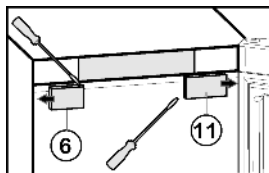

Fig. 5
- ▶ Снятие крышки со стороны ручки Fig. 5 (6): справа выведите из фиксатора при помощи плоской отвертки и сдвиньте наружу.
- ▶ Снятие крышки со стороны шарнира Fig. 5 (11): слева выведите из фиксатора при помощи плоской отвертки и сдвиньте наружу.
- ▶ Установите крышку Fig. 5 (6) снаружи со стороны шарнира с поворотом на 180° и защелкните ее.